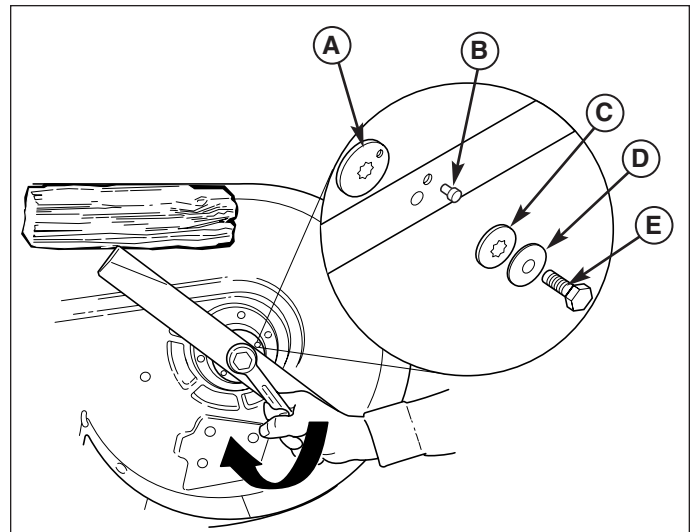
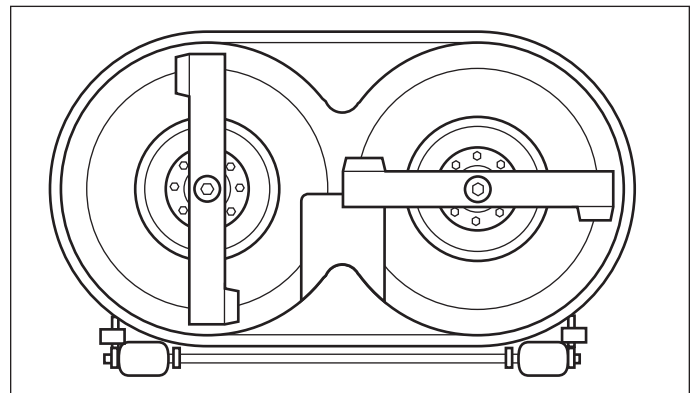

Figure 23. Installation de la lame
Figure 24. Distribution des lames
4. Installer les nouvelles lames en faisant pointer, vers le haut et vers la plate-forme, les languettes de levage (Figure 24). Attacher au moyen de la vis (E, Figure 23), de la rondelle à ressort (D), de la rondelle cannelée (C), et la goupille d'alignement (B) (s'assurer que la rondelle cannelée est alignée avec l'arbre moteur). Utiliser un bloc de bois pour empêcher la rotation de la lame et serrer les vis à un couple de torsion de 61-75 N.m. (45-55 ft.lbs.).
5. Vérifier que les lames de tondeuses sont synchronisées perpendiculaires l'une par rapport à l'autre (voir la Figure 24). Si ce n'est pas le cas, enlever la lame et faire tourner l'adaptateur (A, Figure 23).
2. Vérifier que les lames de la tondeuse sont perpendiculaires l'une par rapport à l'autre (Figure 24). Si ce n'est pas le cas, enlever la lame et faire tourner l'adaptateur (A, Figure 23) en suivant la procédure indiquée dans Entretien des lames de tondeuse.